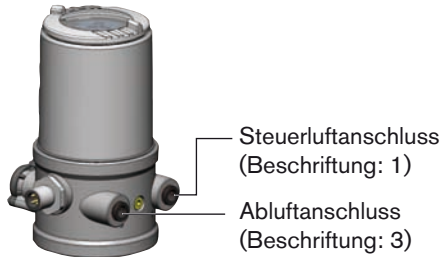

Bild 7: Pneumatischer Anschluss
→ Die Abluftleitung oder einen Schalldämpfer an den Abluftanschluss (3) montieren (siehe „Bild 7: Pneumatischer Anschluss“).